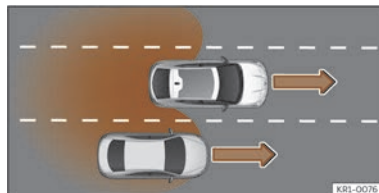

Fig. 137 Dépassement sur la voie centrale puis retour sur la voie de droite.
- Lorsque le véhicule dépasse un autre véhicule >>> **fig. 137** en cas de différence de vitesse d'environ 10 km/h (6 mph). Si le dépassement est considérablement plus rapide, aucune indication ne s'affiche.